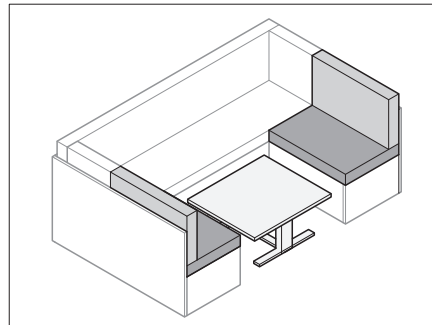

Fig. 66 Transformar la mesa
- Transformar la mesa (Fig. 66) en base de cama (véase apartado 7.7).